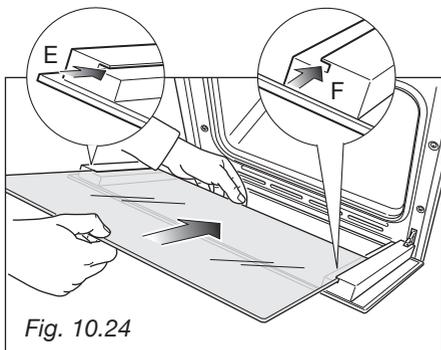
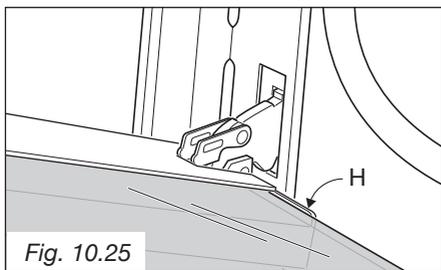

Fig. 10.24
Fig. 10.25
- Inserire il vetro nelle guide **E** ed **F** (fig. 10.24) e farlo scorrere dolcemente fino ai fermi **H** (fig. 10.25).